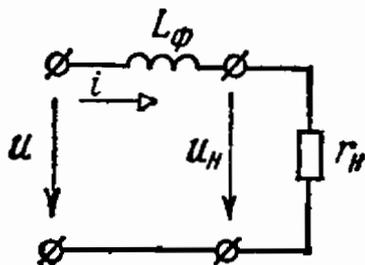

Рис. 8.14
8.14. Для уменьшения пульсаций напряжения на нагрузочном резисторе r_n , подключенном к двуполупериодному выпрямителю, применен индуктивный фильтр (рис. 8.14). Определить коэффициенты пульсаций для напряжения на входе фильтра q , напряжения на резисторе q_n , если $L = 0,8$ Г, $r_n = 100$ Ом. Напряжение на входе фильтра задано уравнением $u = (70 + 32 \cos 628 t)$ В.